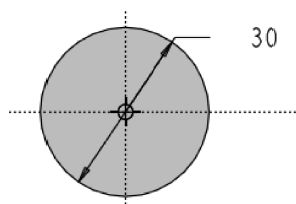
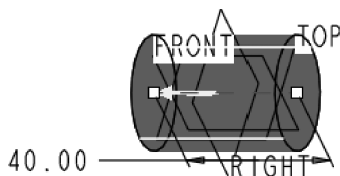

图 4-56 草绘截面 1
图 4-57 预览特征 1
(1) 使用缺省模板，新建名为“liti4-3.prt”的实体模型文件。
(2) 单击【基础特征】工具栏中的【拉伸】按钮，选取“RIGHT”基准面作为草绘平面，设置草绘视图方向指向右方，选取“TOP”面作为草绘方向参照，设置方向为“顶”，进入草绘界面。
(3) 单击【草绘器工具】工具栏中的【圆心和点】按钮，以两参照交点为圆心草绘圆，将直径修改为“30”，如图 4-56 所示。
(4) 单击【草绘器工具】工具栏中的【完成】按钮，接受草绘图形，回到设计窗口。
(5) 在对话框单击【拉伸深度类型】列表后的按钮，在弹出的列表中选择【对称】选项，在其后的【拉伸深度】组合框中输入拉伸深度“40”，拖动鼠标中键预览特征模型，如图 4-57 所示。